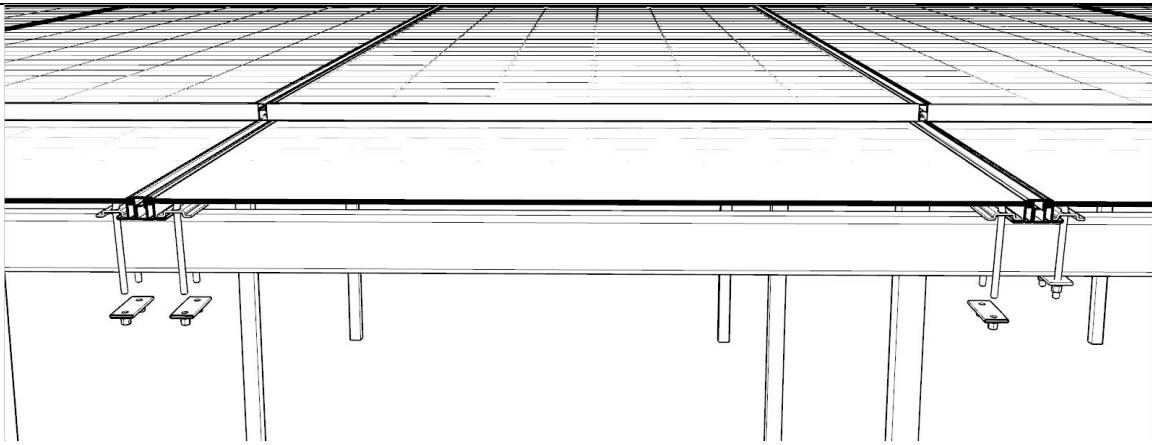

Figura 34
2. Em segundo lugar, remova as porcas do bastidor nas estruturas laterais longas do produto alvo e do produto no lado esquerdo e remova todos os acessórios de instalação na extremidade superior (Figura 34) e na extremidade inferior (Figura 35).